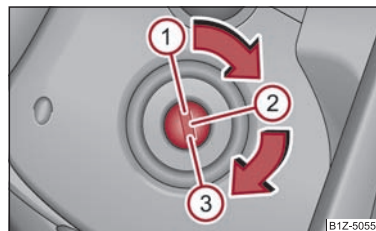

Fig. 84 Posiciones de la cerradura de encendido
- El motor se para girando la llave de contacto a la posición  ⇒ página 76, fig. 84.